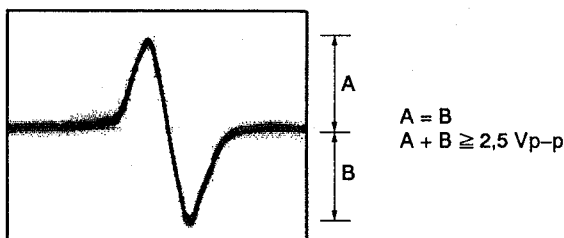

Figura 8
3. Contemplando la pantalla del osciloscopio, presione la tecla **PROGRAM** y observe durante un momento la forma de onda de la figura 8. Verifique si la amplitud es de 2,5 Vp-p por lo menos y si la amplitud de las partes positiva y negativa son iguales. Como la forma de onda solamente sale durante un momento cuando se presiona la tecla **PROGRAM**, presione una y otra vez esta tecla hasta que logre comprobar la forma de onda.